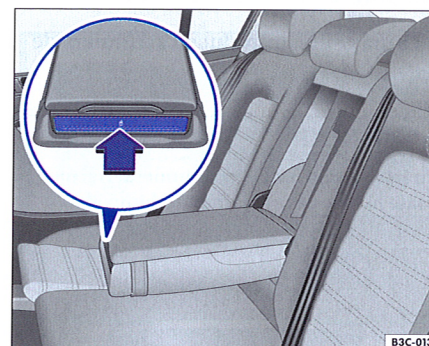

Fig. 89 Suport pentru băuturi: Cotiera din spate
- Pentru scoaterea suportului apăsați pe partea frontală a cotierei, în sensul indicat de săgeată ⇒ fig. 89.